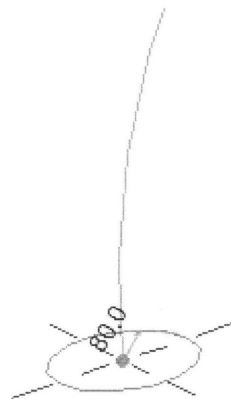

Fig. 04.109: Tegn profilet i den nederste del af stien.
- Tegn et profil, som eksempel vist på Fig. 04.109.